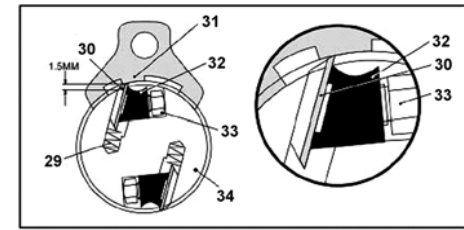

Рис. 10
- 12.6.1. Ослабьте прижимную планку (32) и нож (30), вращая фиксирующие винты (33) по часовой стрелке, Рис. 10. Ножи (30) подпружинены и выйдут из паза, как только узел фиксации ослабнет.
- 12.6.7. Калибр (31) из комплекта поставки для установки строгальных ножей (30), Рис.10, плотно прижмите к строгальному валу (34). С помощью калибра (31) вылет ножей (30) устанавливается приблизительно на 1,5 мм.